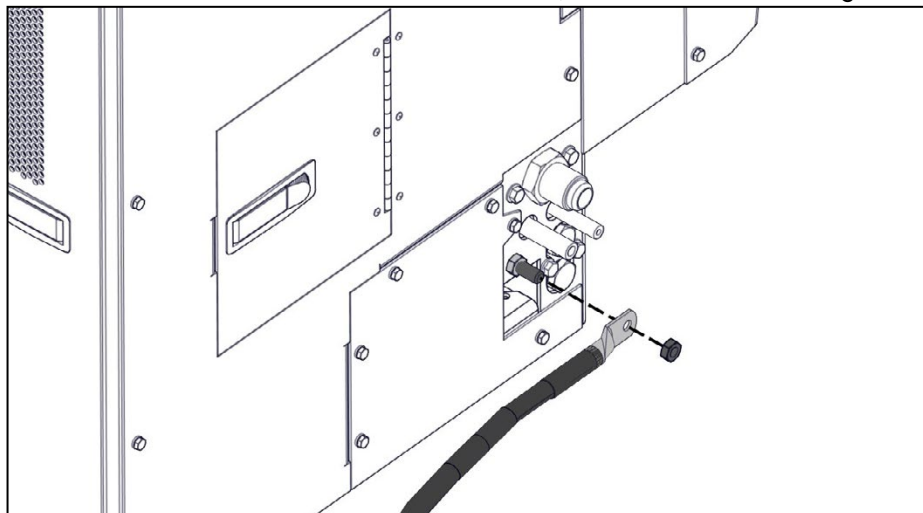

Figure 4 — Raccordez le fil de mise à la terre
- ☐ Raccordez un fil de mise à la terre d'une taille minimale de 10 AWG à la borne de mise à la terre située sur le côté moteur de l'unité, à côté de la sortie d'air (Figure 4).